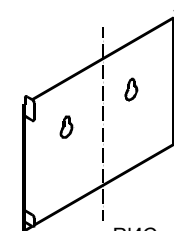

РИС. 4
6.2 Установите на зонт комплект из двух телескопических фальштруб. Верхнюю фальштрубу предварительно навесьте на кронштейн (рис. 4) и выдвиньте на нужную высоту.